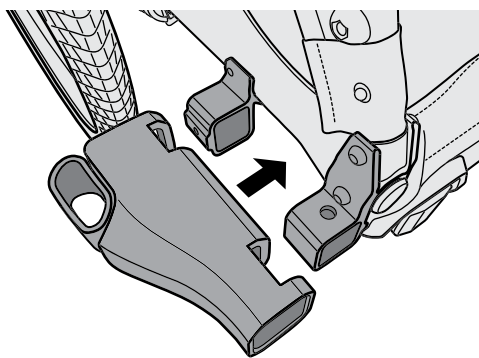

Abbildung 8
1. Positionieren Sie den Schnellaufnahme wie gezeigt (Abbildung 8).